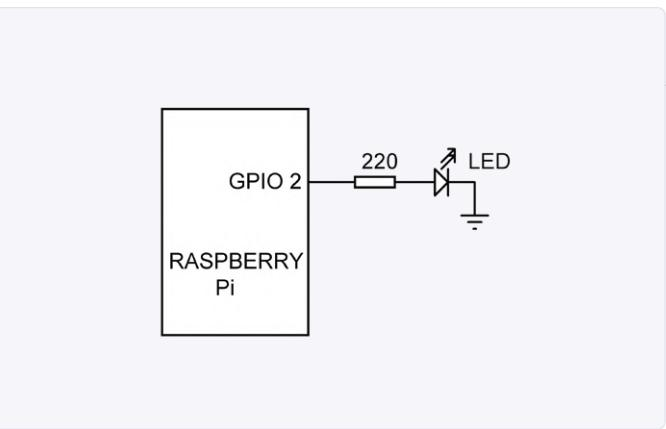
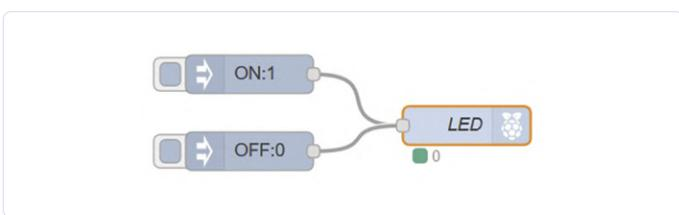

Figure 4. Schéma de l'exemple.
Figure 5. Diagramme du flux de l'exemple.
Le meilleur moyen de comprendre comment utiliser Node-RED est peut-être d'étudier un exemple simple. Dans cet exemple, une LED est connectée au GPIO 2 du RPi par une résistance de limitation de courant de 220 Ω (**fig. 4**). Nous commandons simplement la LED à partir d'un programme Node-RED. Les étapes sont les suivantes (voir le flux (= *flow*) **fig. 5**) :
- Cliquez, glissez et déposez un autre module *d'injection* (cf. fig. 5) et réglez sa *charge utile* sur 0 et son *sujet* sur OFF. Cliquez sur le module, la valeur 0 sera affichée pour éteindre la LED.
- Cliquez, faites glisser et déposez un module de *sortie rpi gpio out* dans l'espace de travail. Ce module est utilisé pour envoyer des données numériques ou PWM à un port GPIO du RPi. Connectez le module (fig. 5).